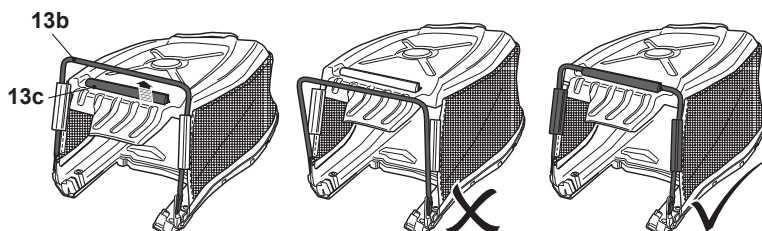

Fig. 1
- > Puxe a manga de aperto para cima (13c) e bloqueie na estrutura (13b) (Fig. 1). Certifique-se de que as mangas de fixação laterais estão devidamente fixas na estrutura.